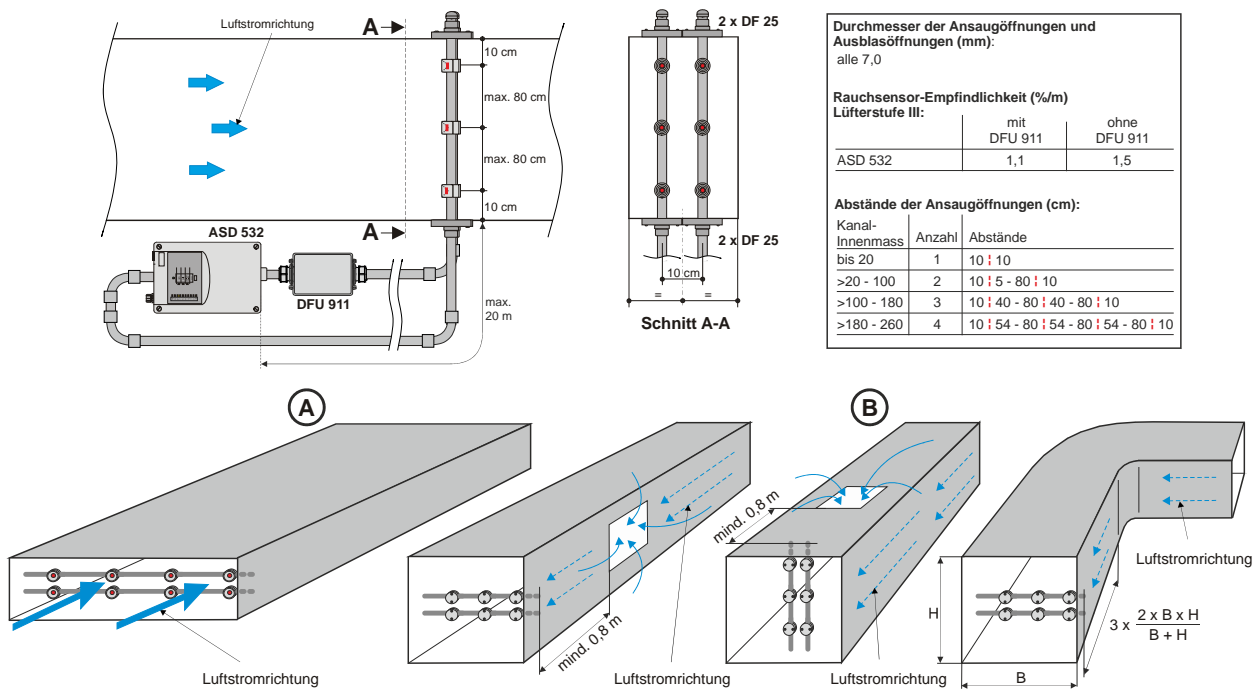

Abb. 12 Überwachung von Klima- und Lüftungskanälen nach EN 54-27
- Die Abstände zur ersten bzw. letzten Ansaugöffnungen müssen 10 cm sein, die übrigen Ansaugöffnungen werden je nach Kanal-Innenmass gem. Tabelle in der **Abb. 12** gleichmässig verteilt.
- Grundsätzlich muss die Lage von Ansaugast und Ausblasast in der Achse der längeren Kanalseite sein, **Abb. 12 (A)**.
- Falls unmittelbar vor dem Überwachungsort eine Lüftungsöffnung oder eine Kanalzuführung bzw. ein Bogen ist, muss die minimale Distanz und die Lage von Ansaugast und Ausblasast entsprechend gewählt werden, **Abb. 12 (B)**.